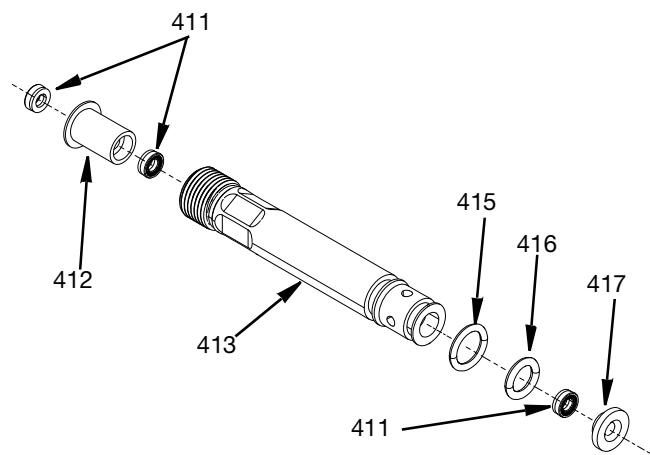

FIG. 30
1. Montez les joints toriques (415) puis (416) sur le guide de joint de roulement court (413) et le guide de joint de roulement long (414).
2. Installez un joint de presse-étoupe de pointeau (411) dans les guides de joint de roulement court et long (413 et 414) à l'extrémité du joint torique. Le côté ressort ouvert des joints de presse-étoupe du pointeau doit être orienté vers l'extérieur.
3. Enfoncez le roulement inférieur (417) dans l'extrémité du joint torique des guides de joint de roulement court et long (413 et 414).
4. Insérez deux joints de presse-étoupe de pointeau (411) dans chaque roulement supérieur (412). Le côté ressort ouvert des joints de presse-étoupe du pointeau doit être orienté vers l'extérieur de chaque côté du roulement supérieur. Insérez cet ensemble dans l'extrémité fileté des guides de joint de roulement (413 et 414). Voir FIG. 30.
REMARQUE : FIG. 30 montre un guide de roulement de joint court (413), cependant les guides long et court sont assemblés de la même manière.